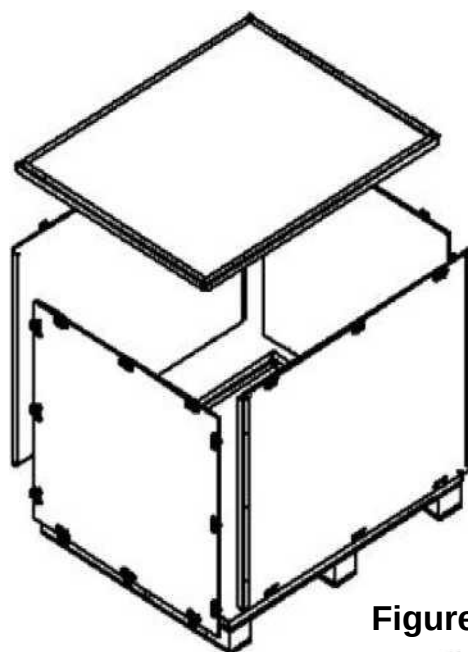

Figure 5
- ✧ Vérifiez que l'emballage n'est pas endommagé par la pluie ou autrement. À l'aide d'un outil, déballez la machine comme illustré à la figure 5 et éliminez la caisse d'emballage de manière à ne pas polluer l'environnement.